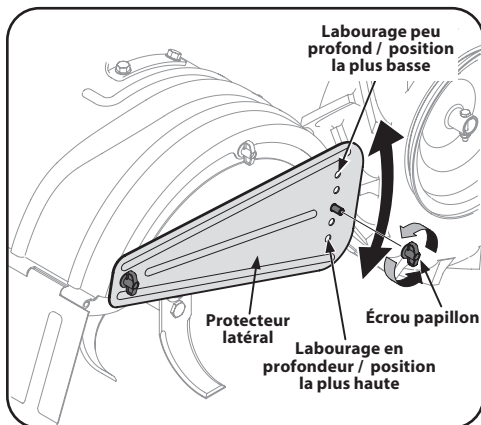

Figure 3-5
2. Pour labourer une section d'herbe ou pour effectuer un labourage peu profond, utilisez le réglage de profondeur d'un pouce (le deuxième trou à partir du haut). Abaissez les protecteurs latéraux à la position la plus basse. Voir Figure 3-5.
7. Retirez les écrous papillon pour ajuster les protecteurs latéraux (sur les modèles équipés). Placez les protecteurs latéraux à la position désirée et insérez les écrous papillon. Serrez bien. Voir Figure 3-5.